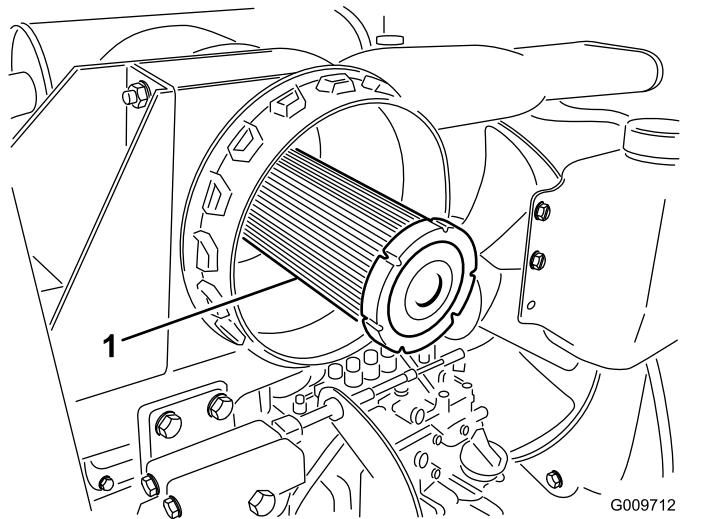

Рисунок 92
**Внимание:** Никогда не пытайтесь очистить контрольный фильтр (Рисунок 92). Заменяйте контрольный фильтр после каждого трех обслуживаний фильтра грубой очистки.